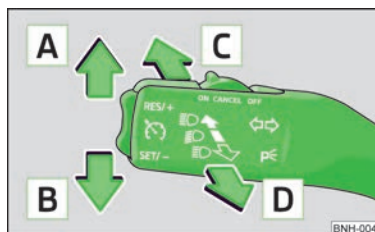

Abb. 21
- › Den Blinkerhebel » Abb. 21 auf Seite 36 zum Lenkrad ziehen und gleichzeitig nach unten schieben und in dieser Stellung halten.
- › Den Blinkerhebel » Abb. 21 auf Seite 36 zum Lenkrad ziehen und gleichzeitig nach oben schieben und in dieser Stellung halten.
- › Den Hebel » Abb. 21 nach oben  bzw. nach unten  drücken.
- › Den Hebel » Abb. 21 nach vorn in Pfeilrichtung  drücken.
- › Den Hebel » Abb. 21 zum Lenkrad (gedeferte Stellung) in Pfeilrichtung  ziehen.
- Den Blinkerhebel » Abb. 21 auf Seite 36 nach oben bzw. nach unten drücken - das Standlicht auf der rechten bzw. linken Fahrzeugseite wird eingeschaltet.